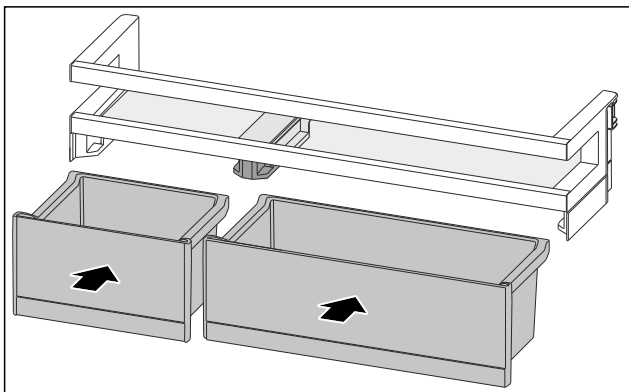

Fig. 163
- Installer les VarioBoxes dans l'agencement inverse. (voir Fig. 163)